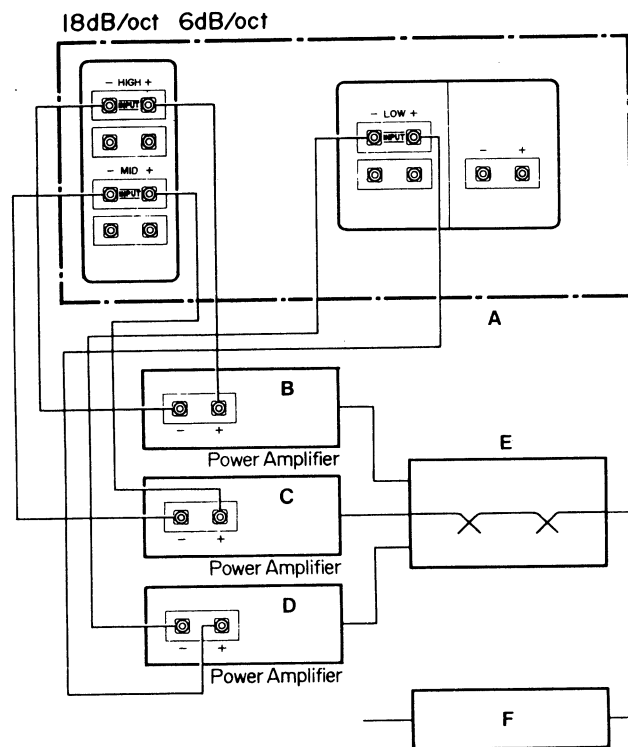
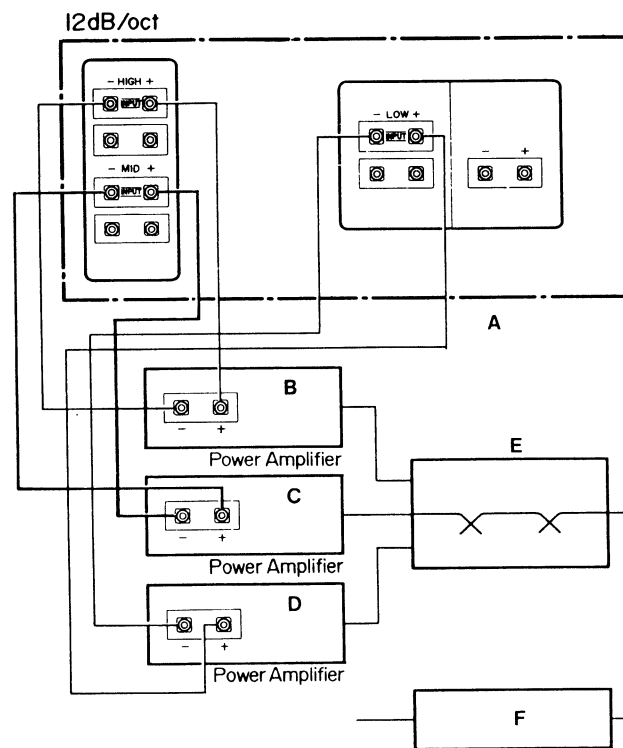

Fig. 6
Fig. 7
Si le réseau de distribution est de 18 dB/oct ou de 6 dB/oct, connectez toutes les bornes + de l'enceinte aux bornes correspondantes + des amplis, comme indiqué à la fig. 6.
Si le réseau de distribution est de 12 dB/oct, seul le haut-parleur des fréquences moyennes peut être raccordé hors de phase, comme indiqué à la fig. 7.
Bei einer Mehrkanal-Übertragungsanlage ist jedem Lautsprecher ein eigener Verstärker zugeordnet. Zum Aufbau einer Stereo-Mehrkanal-Übertragungsanlage mit separatem Hoch-, Mittel- und Tieftonbereich gemäß Fig. 6 und Fig. 7 sind zwei LS-1900, drei Stereo-Endstufen, eine elektronische Stereo-Frequenzweiche und ein Stereo-Vor- bzw. Steuerverstärker erforderlich.
2. Die Anschlußklemmen — LOW + der LS-1900 mit den SPEAKER-Klemmen der Endstufe für den Tieftonbereich, die Anschlußklemmen (—) MIDDLE (+) mit den SPEAKER-Klemmen der Endstufe für den Mitteltonbereich und die Anschlußklemmen (—) HIGH (+) mit den SPEAKER-Klemmen der Endstufe für den Hochtonbereich verbinden. Siehe Fig. 6.
Bei elektronischen Frequenzweichen mit einer Flankensteilheit von 18 dB/Okt. oder 6 dB/Okt. sind alle Klemmen der Verstärker und der LS-1900 gleichpolig untereinander zu verbinden, also (+) mit (+) und (—) mit (—). Lediglich bei elektronischen Frequenzweichen mit 12 dB/Okt. Flankensteilheit ist das Mitteltontonsystem gegenpolig mit dem zugehörigen Verstärker zu verbinden, wie Fig. 7 zeigt.
Als het wisselfilter een demping heeft van 18 dB/oct of 6 dB/oct moeten alle (+) klemmen van de luidspreker worden verbonden met de corresponderende (+) klemmen op de eindversterker zoals in fig. 6. Heeft het wisselfilter een demping van 12 dB/oct, dan mag alleen de midrange uit-fase worden aangesloten, zoals u ziet op fig. 7.